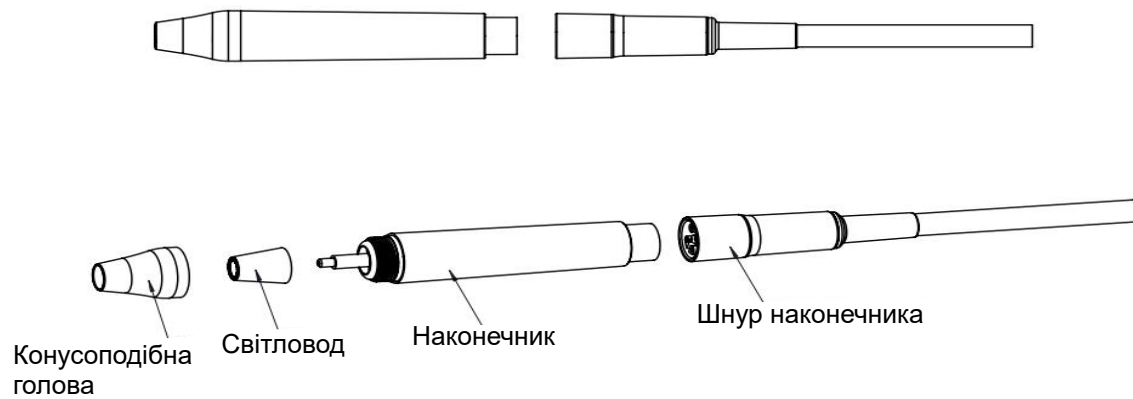
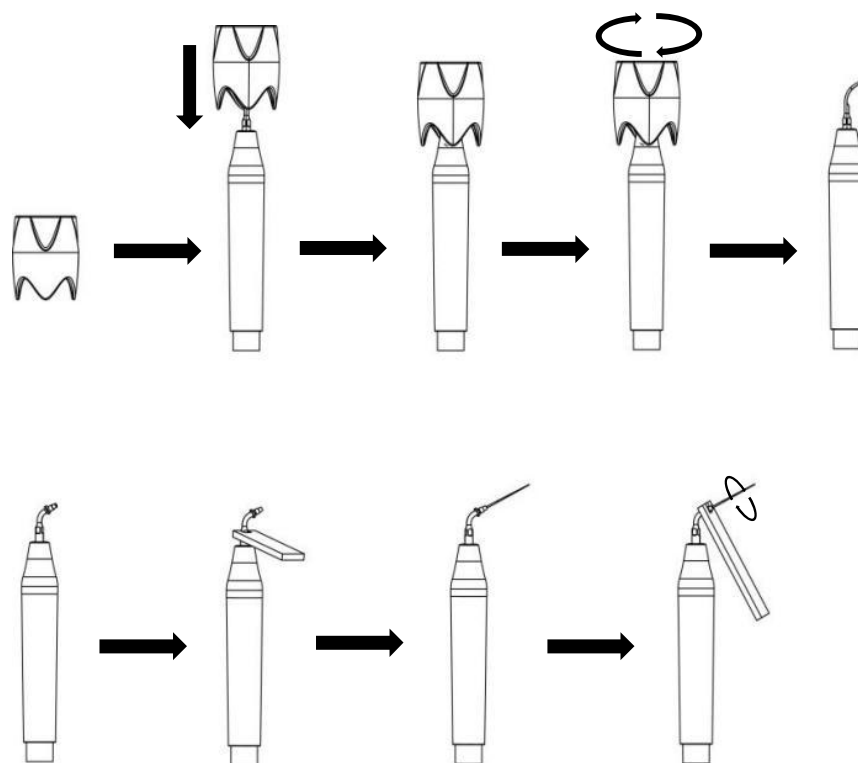

Рисунок 2.5
Рисунок 2.6
- 1) У компонуванні динамометричного ключа використана спеціальна конструкція, яка дає змогу ефективно вставляти й виймати насадку та захищає руку користувача під час використання, а також запобігає подряпинам від насадки в процесі її встановлення та виймання (див. рис. 2.6).
- 5) Закріпіть насадку на наконечнику динамометричним ключем (див. рис. 2.6), а потім правильно під'єднайте наконечник до гнізда шнура живлення наконечника. Перед установленням наконечника ретельно висушіть з'єднувальний кінець наконечника й гніздо (рис. 2.5).
- 1) Закріпіть тримач ендофайла на наконечнику за допомогою ендогайкового ключа (див. рис. 2.6).